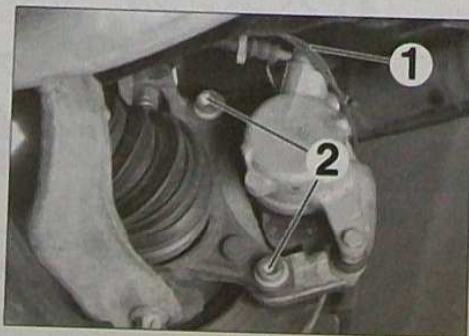

FIG. 4
- la vis de fixation du flexible de frein (1) (Fig.4).
- les deux vis de fixation du support étrier (2) (Fig.4).